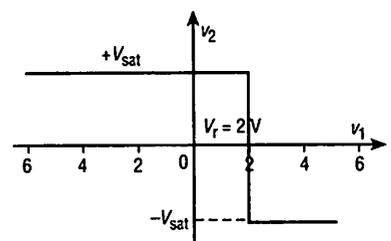

Fig. 14 : Courbe de la tension v_2 de sortie en fonction de v_1 pour $v_r = 2 \text{ V}$.
3.2. Fonctionnement en courant continu (fig. 14)